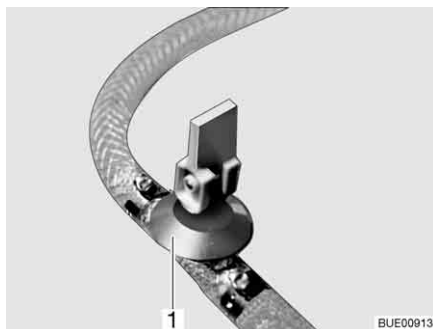
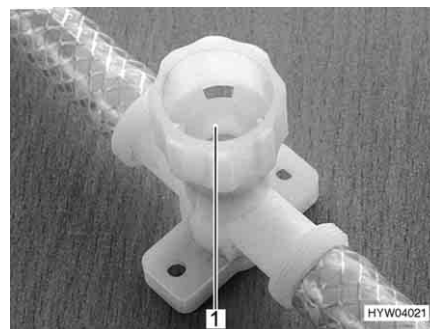

Bild 239 Ablasshahn (mit Kipphebel)
Bild 240 Ablasshahn (mit Drehkappe)
- Alle Ablasshähne schließen. Dazu den Kipphebel des Ablasshahns (Bild 239,1) waagrecht stellen oder die Kappe des Ablasshahns (Bild 240,1) im Uhrzeigersinn drehen.